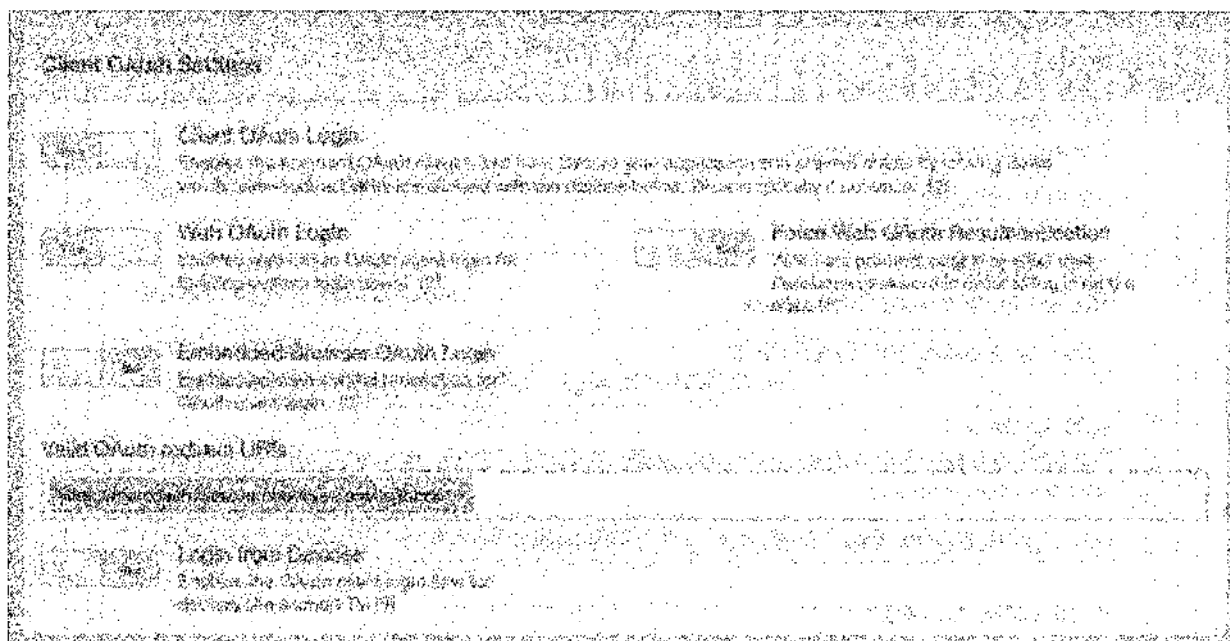

Рис. 5.21. Указываем адрес обратного вызова
7. Перейдите на вкладку **Setting** и выберите пункт **Client OAuth Settings**. Введите в поле **Valid OAuth redirect URLs** адрес обратного вызова, показанный на рис. 5.21, но укажите в нем свое имя пользователя **Temboo**⁴.
⁴ На рис. 5.21 изображен адрес: <https://marcoschwartz.temboolive.com/callback/>. Замените в нем **marcoschwartz** на свое имя пользователя **Temboo**. — *Прим. пер.*